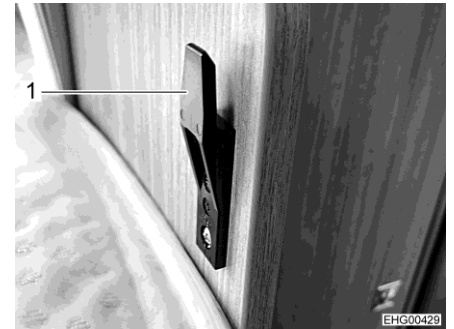

Fig. 189 Fixation pour la protection antichute (pied du lit)
- Mettre la protection antichute en place dans la fixation (Fig. 189,1) au pied du lit.